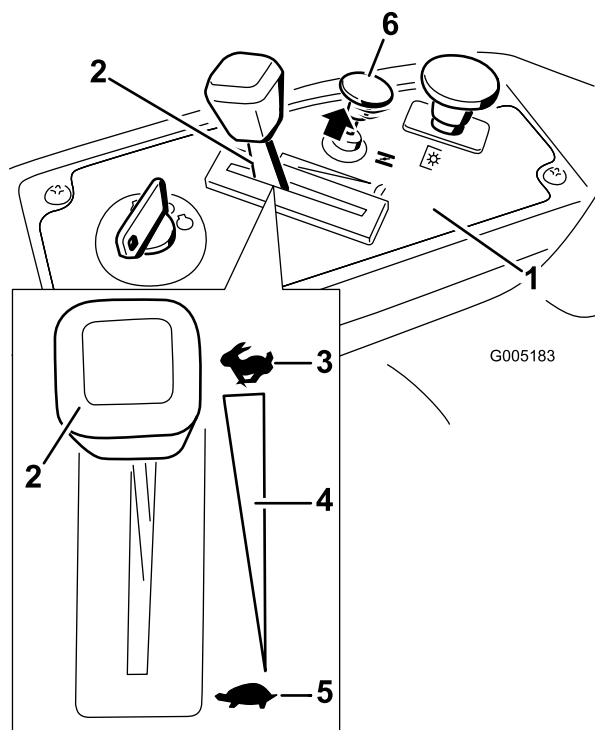

Bild 9
3. Drehen Sie den Zündschlüssel auf „Aus“ (Bild 9).